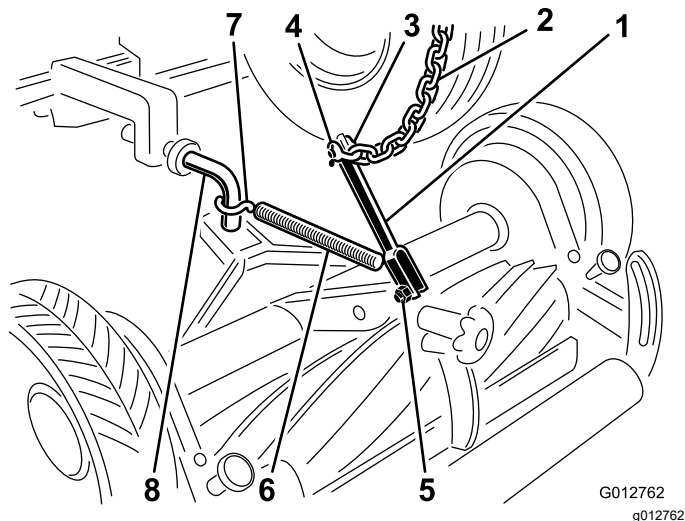

图 13
- 用长挂钩、柱销与开口销将升降支架固定到 1 号升降链上后部中心图 13。
- 如图 13 所示使用升降支架上的底部安装孔用平头螺丝 $\frac{3}{8}$ x 1 $\frac{1}{2}$ 英寸和锁紧螺母 $\frac{3}{8}$ 英寸将升降支架固定到剪草机安装支架上。
- 用 S 形钩将弹簧钩在升降支架的上安装孔中并将弹簧的另一端钩在升降保护环上图 13。